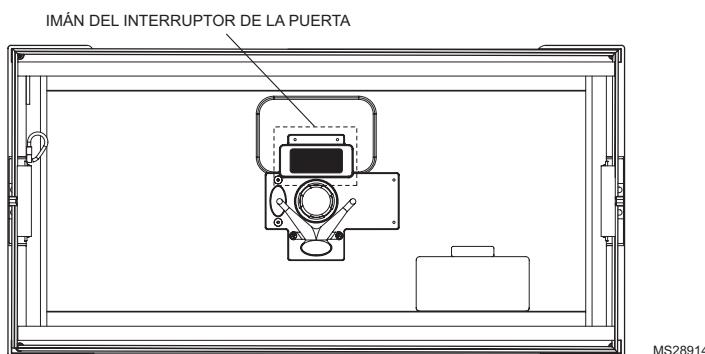

Fig. 16. Imán del interruptor de la puerta
- Fije la puerta del limpiador de aire mejorado Honeywell al gabinete. Existe un imán en la puerta (ver Fig. 16) que se utiliza para activar un interruptor de seguridad del suministro eléctrico cuando se instala la puerta. El suministro eléctrico no energizará el limpiador de aire, a menos que el interruptor de seguridad esté activado.
**NOTA:** existe un imán en la puerta (ver Fig. 16 en la página 19) que se utiliza para activar un interruptor de seguridad del suministro eléctrico cuando se instala la puerta. El suministro eléctrico no energizará el limpiador de aire, a menos que el interruptor de seguridad esté activado.